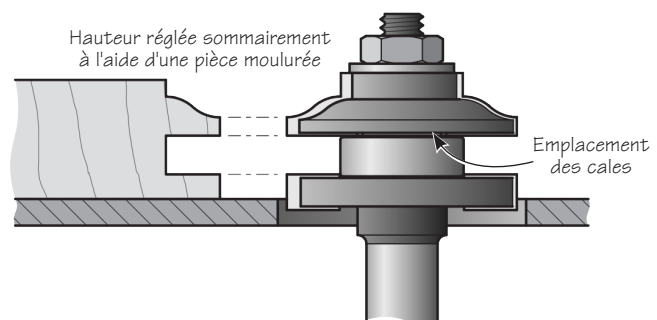

Figure 7 : Mèche assemblée pour les coupes de contre-profil
6. Réassemblez la mèche de toupie afin d'effectuer les coupes de contre-profil – c'est-à-dire les coupes en bout sur les montants intermédiaires et les traverses. Voir la **figure 7**. Réglez la hauteur de la mèche pour qu'elle corresponde à peu près à une des pièces que vous venez de toupiller. Utilisez une retaille de bois comme pièce d'essai afin de vérifier l'espacement entre les couteaux.